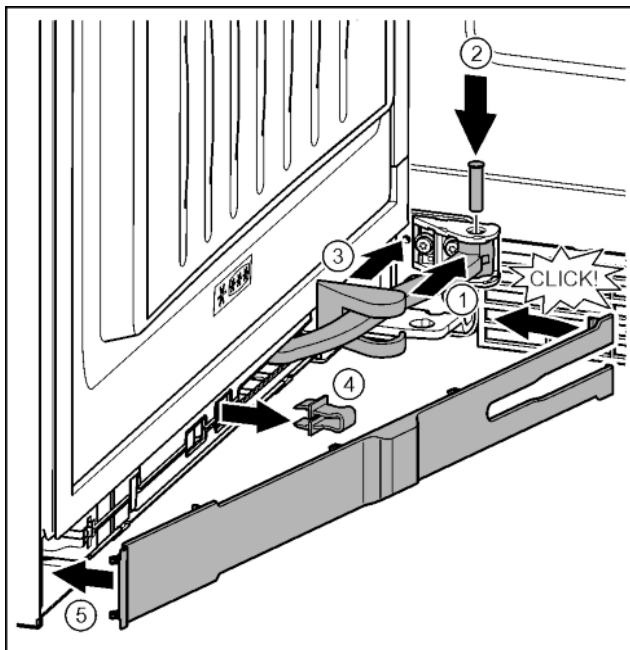

Fig. 43
- ▶ Поверніть шарнір у навішуванні. Fig. 43 (1)
- ▶ За допомогою викрутки T15 встановіть гвинт в навішування та шарнір. При цьому виступ фіксатора повинен займати правильне положення в пазу. Fig. 43 (2)
- ▶ Просуньте кришку опорного кронштейна вздовж шарніра та встановіть її над навішуванням. Fig. 43 (3)
- ▶ Зніміть запобіжник. Fig. 43 (4)
- ▶ Встановіть накладку з боку ручки та поверніть. Fig. 43 (5)